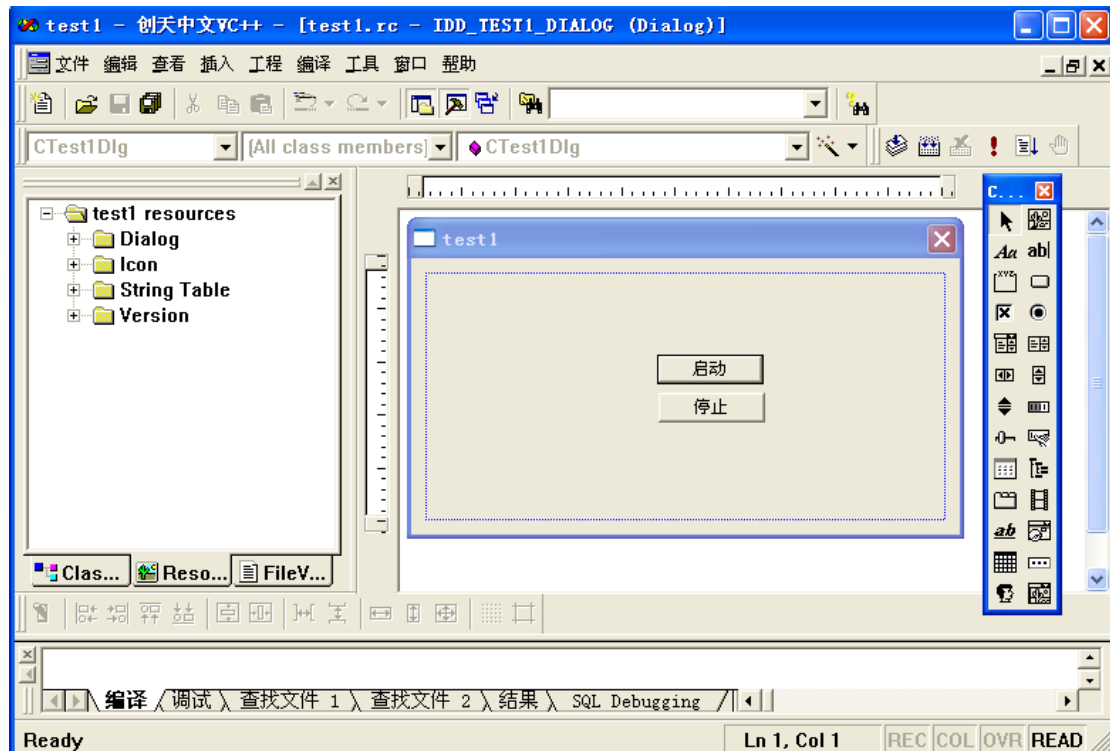

图 7-8 修改对话框
- (6) 在应用程序类型中选择“基于对话框”，按“完成”键，建立工程;
- (7) 给对话框进行简单的修改，增加按钮“启动”（命名为 IDC_BUTTON_Start）和“停止”（命名为 IDC_BUTTON_Stop），如图 7-8 所示: